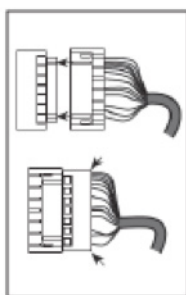

fig. 4
- Branchez les connecteurs du faisceau de fils sur la carte de circuits imprimés du verrou en alignant les encoches de la partie supérieure du faisceau avec les fentes du connecteur de la carte (fig. 4).